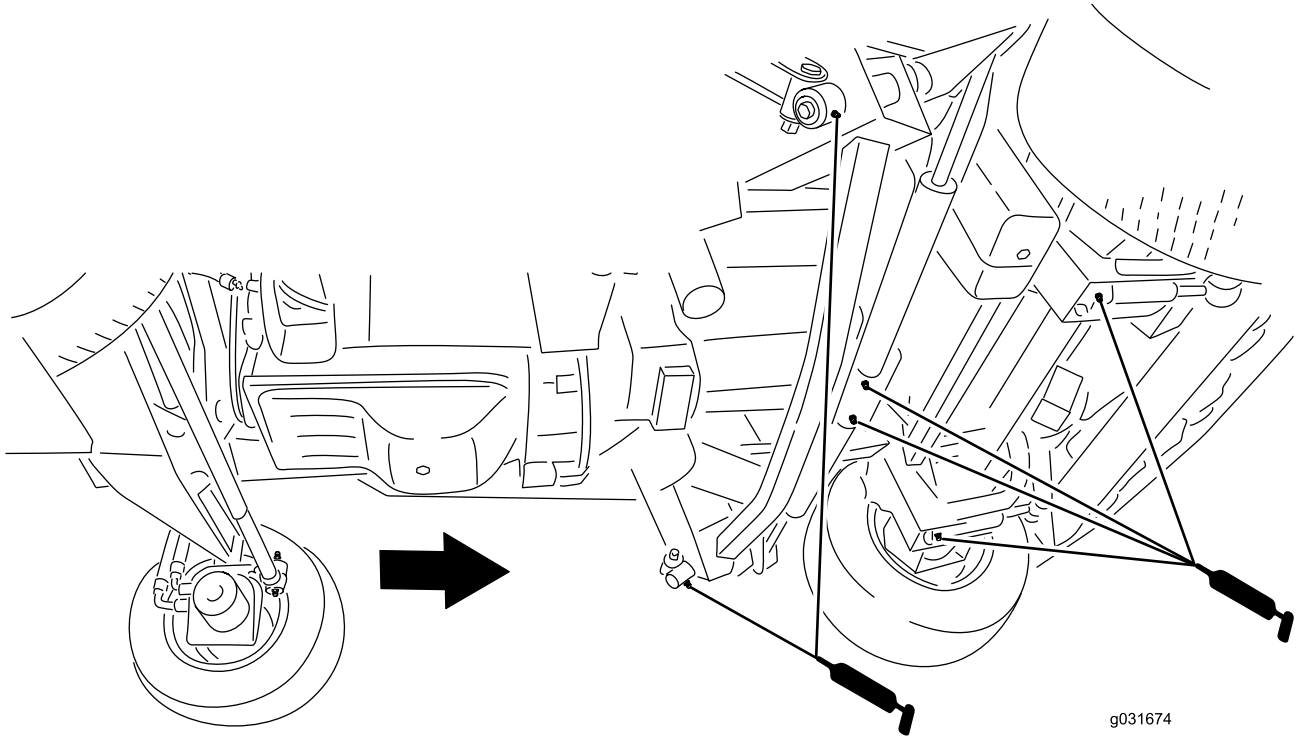

Bild 69
- 2 Stoßarme (Bild 69)
- 2 Frontmähwerk-Hubzylinder-Drehzapfen (Bild 69)
- 2 Seitmähwerk-Hubzylinder-Drehzapfen (Bild 69)